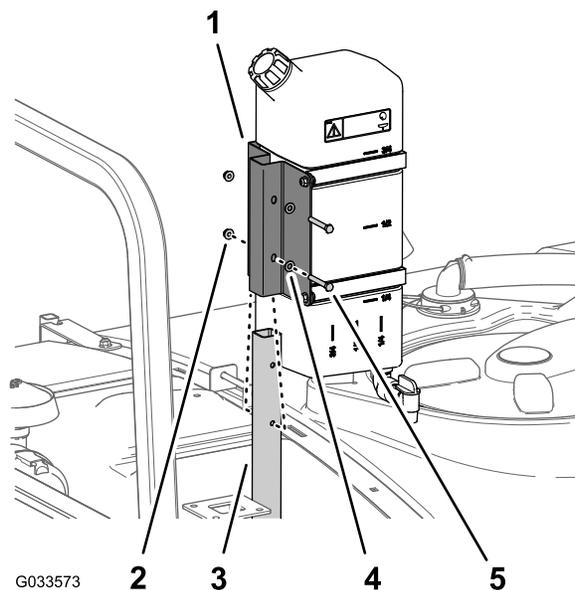

Bild 47
1. Montieren Sie den Frischwasserbehälter und die Befestigung mit den zwei Schrauben (5/16" x 2 1/4") und zwei Sicherungsbundmutter (5/16") am Stützrohr, wie in Bild 47 abgebildet.